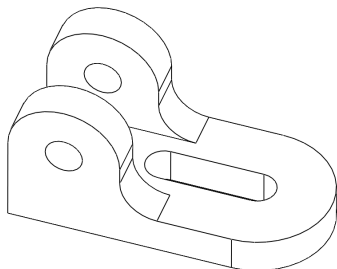

图 4-37 打开素材模型
(1) 单击常用工具栏中的【打开】按钮, 打开一幅素材模型, 如图 4-37 所示。